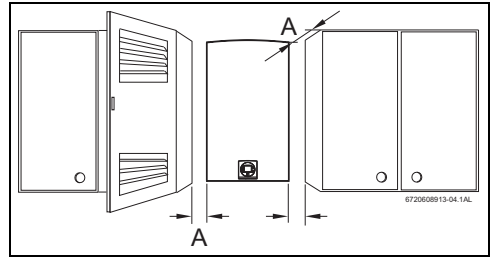

Fig. 18 Distancias mínimas
- ▶ Respetar las medidas mínimas de instalación indicadas en la Fig.18.
- ▶ Asegurar un buen acceso para los trabajos de mantenimiento, respetando las distancias mínimas indicadas en la Fig. 18 .